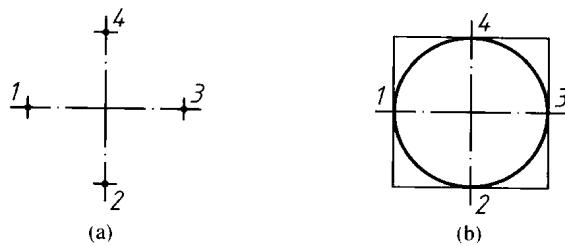

图 1-12 小圆的画法
(2) 画圆
① 圆的画法有几种,画小圆时,先画出中心线,然后用目测定出小圆直径的四个点;根据四点画正方形,在正方形里做内切圆(图1-12)。